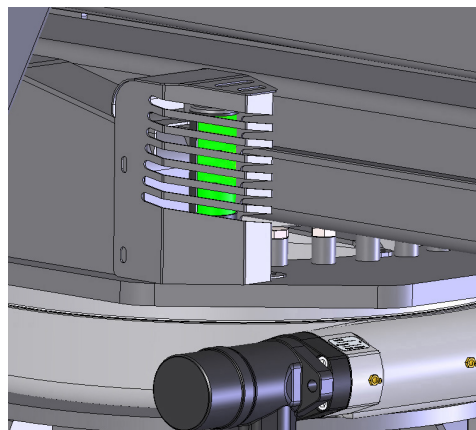

fig 3.10
- Vérifier le voyant vert du plateau tournant, il doit être allumé, pour confirmer que la flèche est en position centrale, basse et rentrée (Fig. 3.10).
Pour rétracter les stabilisateurs, vérifiez que le voyant vert sur le plateau tournant (Fig.3.10) est allumé. Tournez la clé 2 de la fig. 3.1 sur symbole du stabilisateur, utilisez le niveau d'accélérateur pièce. 6 de la fig. 3.4 et le niveau de 1 à 4 à la direction de levage des stabilisateurs jusqu'à ce que les stabilisateurs sont rétractés. cette opération se faire en mode automatique à l'aide du sélecteur sur le pupitre principal (11 fig.3.1) ou sur la commande panneau au sol si le sélecteur 10 de la fig. 3,1 est sur «AUT».
Pour revenir en position de repos, rétractez complètement l'extension, fermez la flèche, redressez la cage éventuellement tournée, placez le châssis sur l'essieu en faisant tourner le plateau tournant et abaissez avec la première flèche jusqu'à ce que le voyant vert s'allume (Fig. 3.10).
- Vérifiez le voyant vert sur le plateau tournant, il doit être allumé (Fig. 3.10).